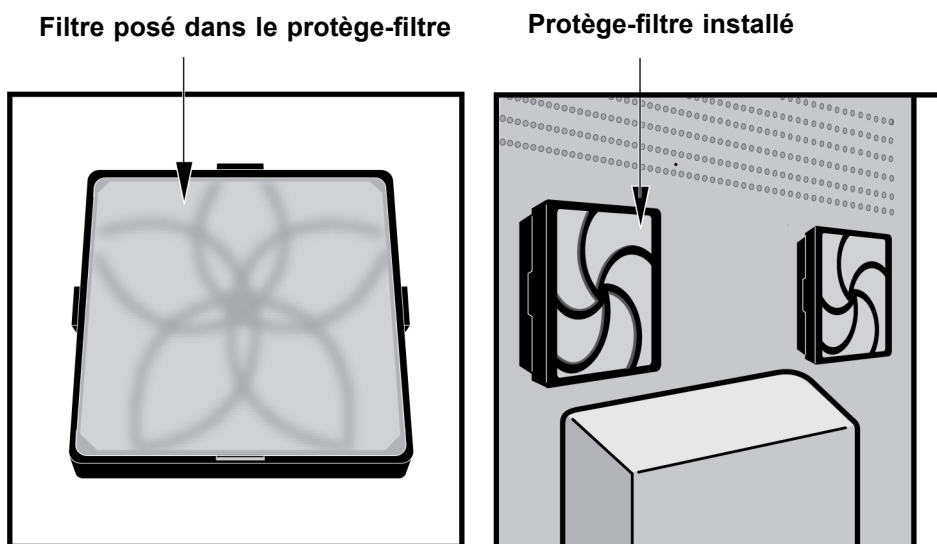

Figure 9-20. Filtre de rechange et protège-filtre installés
8. Mettez le protège-filtre de ventilateur et le filtre en place d'un seul tenant. Appuyez les côtés du protège-filtre fermement sur le boîtier du ventilateur jusqu'à ce que les attaches s'enclenchent solidement sur le ventilateur. Appuyez sur le bas du protège-filtre jusqu'à ce que les attaches s'enclenchent solidement sur le ventilateur. Voir la Figure 9-20.